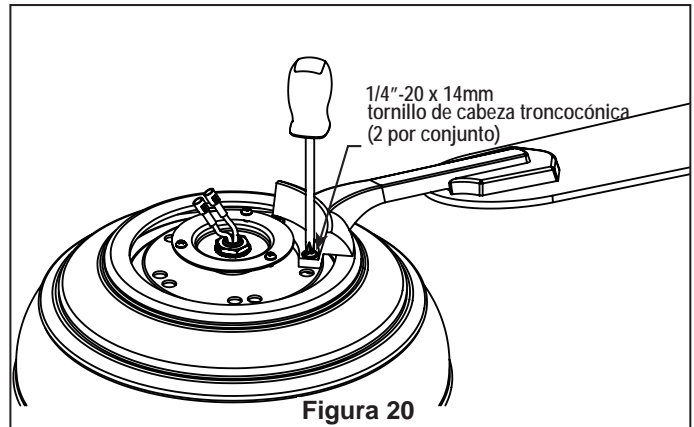

Figura 20
3. Fije los soportes de aspas al soporte del motor mediante los tornillos de 1/4-20 x 14 mm a través de los orificios ubicados al costado del soporte del motor. (Figura 20)